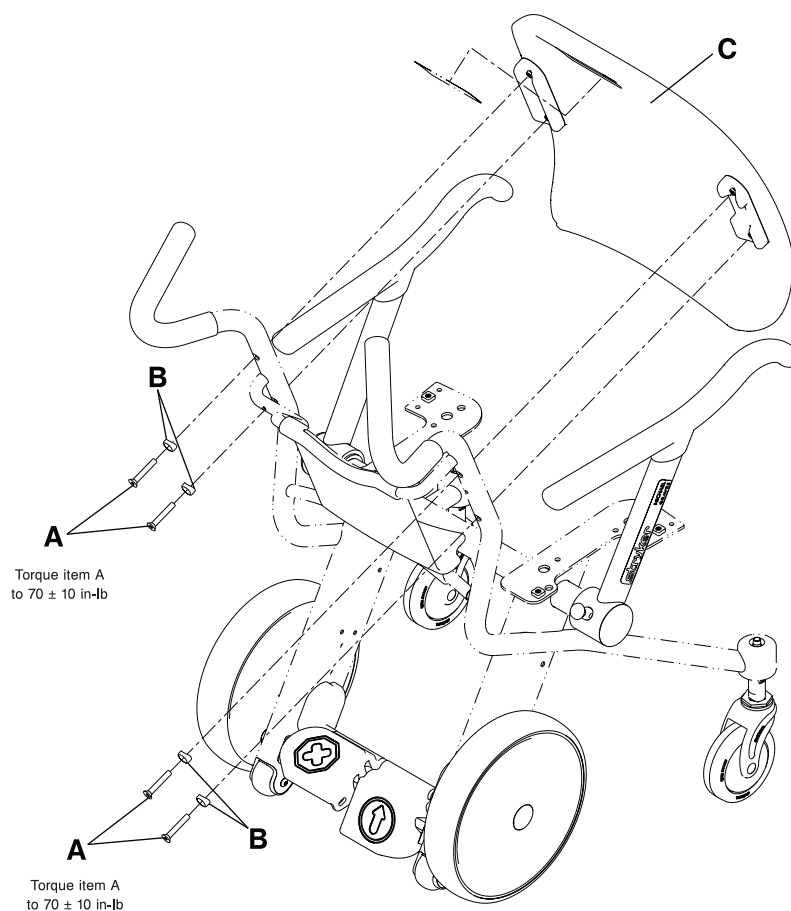

Fig. 8-20: Fjernelse af ryglænet
2. Brug en 3/16 tommer sekskantnøgle til at fjerne de fire flade hovedskruer (A) og nipler (B) og fjern ryglænet (C) fra stolerammen. Læg skruer, nipler og ryglæn til side (Fig. 8-20 på side 8-36).
3. Ved geninstallering af ryglænet skal du bruge en 3/16 tommer sekskantnøgle til at geninstallere de fire flade hovedskruer (A) og nipler (B) (fjernet på trin 2) og sikre ryglænet (C) til stolerammen (Fig. 8-20 på side 8-36). Brug en 3/8 tommer drejementnøgle til at spænde skruerne til  $70 \pm 10$  in-lb ( $8 \pm 1,1$  Nm).